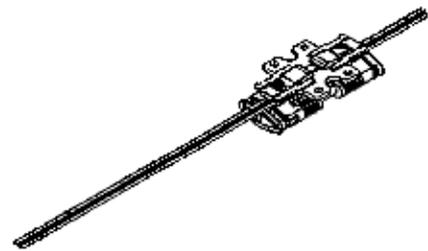

图2
- 根据图2、3的顺序,将密封带穿过活塞组件,安装到缸筒上。